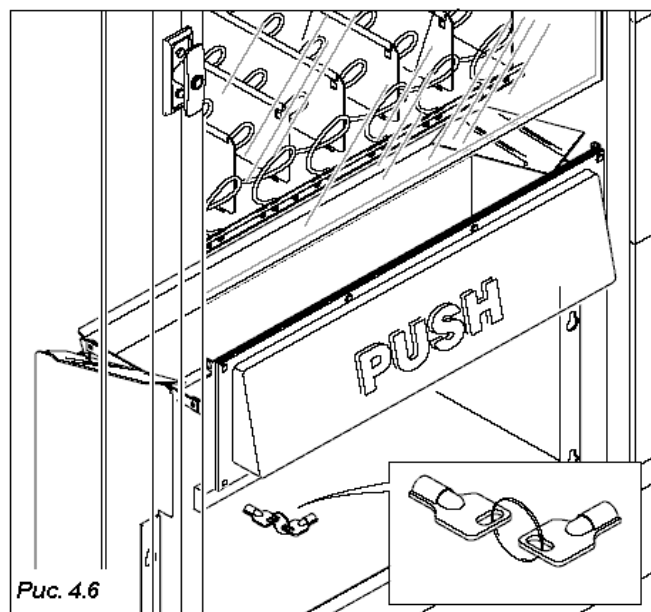

Рис. 4.6
- Извлеките ключ из камеры выдачи напитков (Рис. 4.6).